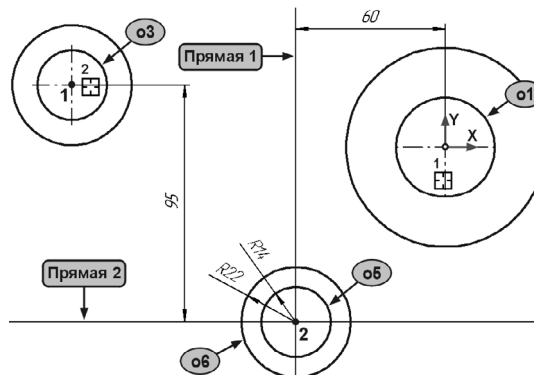

Рис. 25.5. Построение окружностей o5 и o6 с использованием вспомогательных построений
6. Используя команду **Параллельная прямая**, постройте вспомогательную прямую 1. Расположите ее параллельно вертикальной оси симметрии окружности o1 (курсор 1) на расстоянии 60 мм слева от нее (рис. 25.5).
7. Постройте прямую 2, параллельную горизонтальной оси симметрии окружности o3 (курсор 2) на расстоянии 95 мм вниз (рис. 25.5).
8. Постройте окружность о5 радиусом 14 мм. Включите отрисовку осевых линий. Положение центра укажите в точке 2 пересечения построенных вспомогательных прямых с помощью привязки **Пересечение** (рис. 25.5).